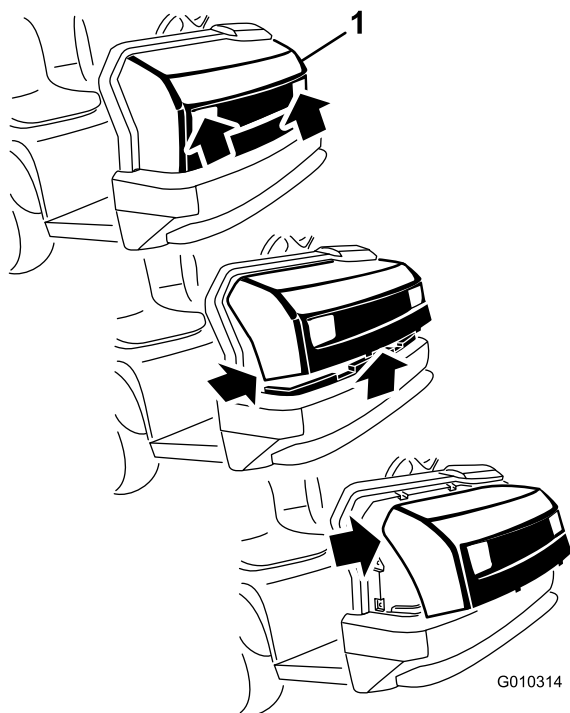

Figure 35
de fixation supérieures des fentes du cadre (Figure 35).
3. Faites pivoter le haut du capot en avant et débranchez les connecteurs des fils des phares (Figure 35).
2. Insérez les pattes de fixation supérieures dans les fentes du cadre (Figure 35).
3. Insérez les languettes de montage inférieures dans les fentes du cadre (Figure 35).
1. Saisissez le capot par les ouvertures des phares et soulevez-le pour dégager les pattes de fixation inférieures des fentes du cadre (Figure 35).